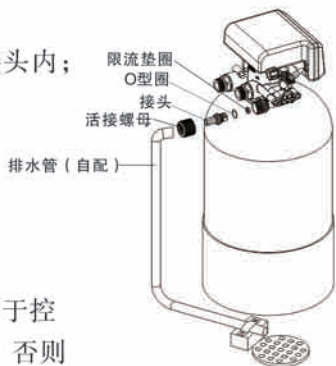

图2
②安装排水管路
- 如图2所示，将排水限流垫圈放入排水接头内；
- 将排水软管如图2所示固定好；
●绝对不能把排水管与下水道相连，须在二者之间留有一定的空隙（如图2），以防污水被虹吸到水处理器中。